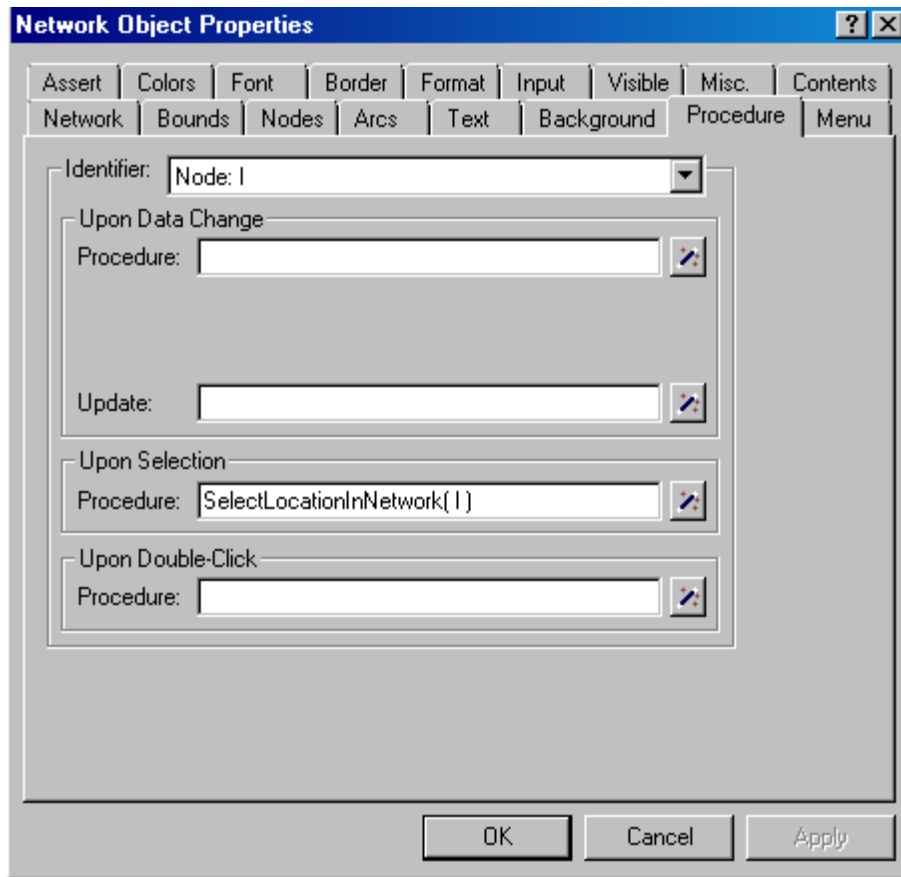

图 11.32: Network Object Properties 对话框中 Procedure 选项
- 从 ‘Index’ 下拉列表中选择 index 1 (如图 11.32)